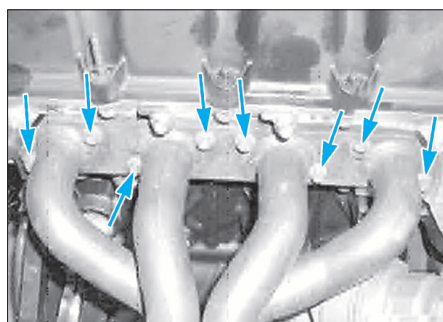

FIG. 52
- les 8 vis de fixation du collecteur d'échappement (Fig.52).